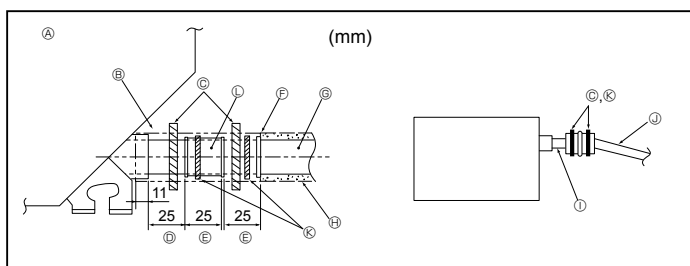

Fig. 3-5
- Die Ablassmuffe (mit der Anlage geliefert) an den Drainageauslaß anschließen. (Fig. 3-5) (Das Rohr mit PVC-Kleber ankleben und dann mit einem Band sichern.)